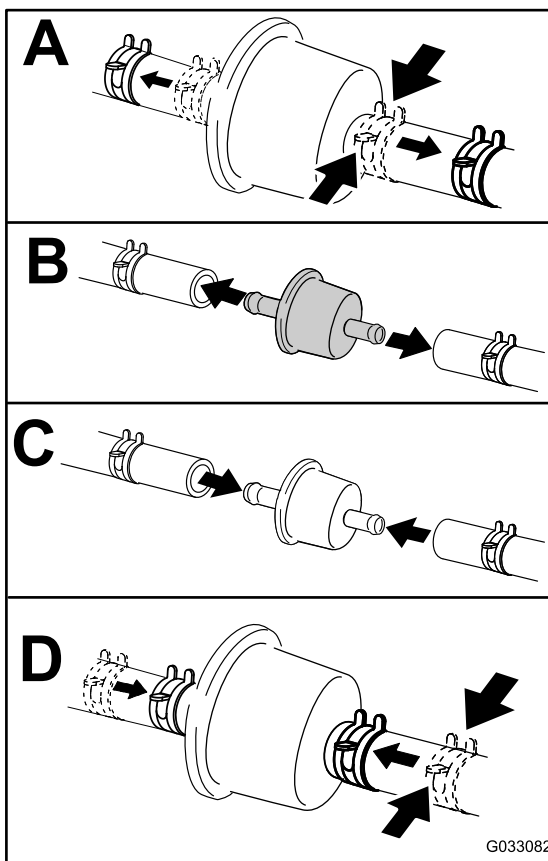

Figure 48
4. Remplacez le filtre à carburant comme montré à la Figure 48.